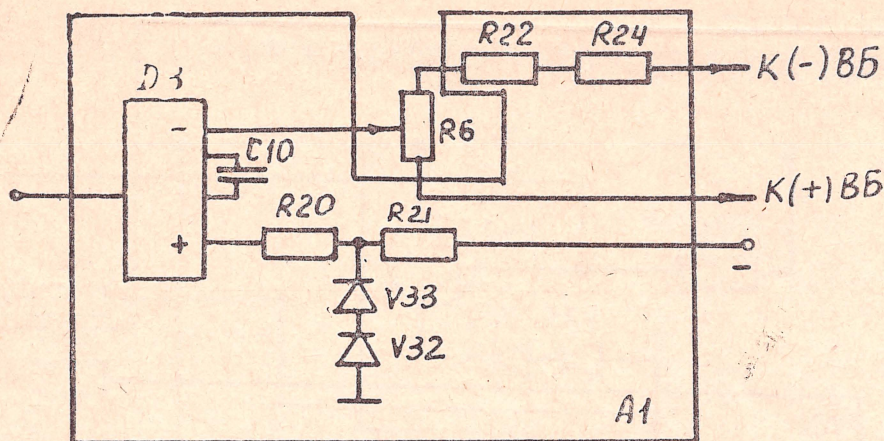

Рис. 7
4.4.4. Ограничитель выпрямленного напряжения ОГРН, схема которого показана на рис. 7, предназначен для обеспечения ограничения выпрямленного напряжения при работе выпрямителя в режиме стабилизации напряжения.